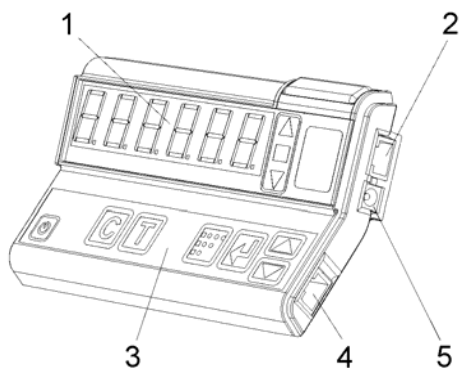

Рис. 3. Пульт весов «Меркурий-330П»
1.3.4 Общий вид пульта и расположение органов управления показано на рис.3.